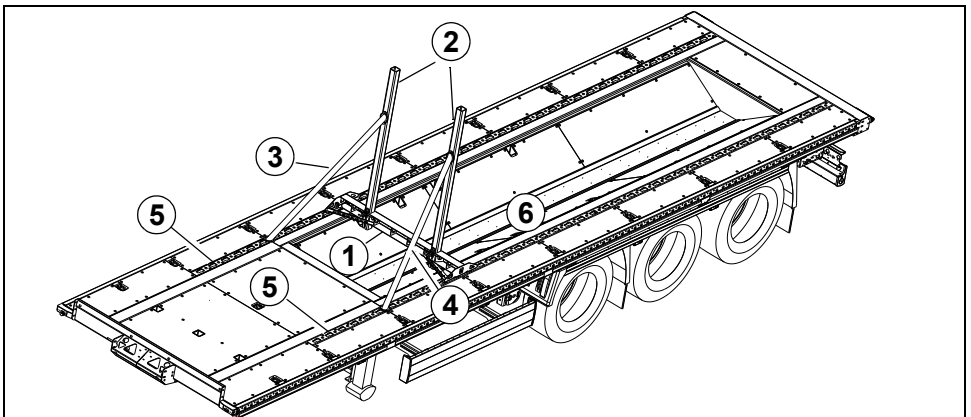

Bild 1 Vario Coil System - Übersicht
- 1 Querträger (Bild 1/1) zwischen die Rasterbahnen einsetzen.